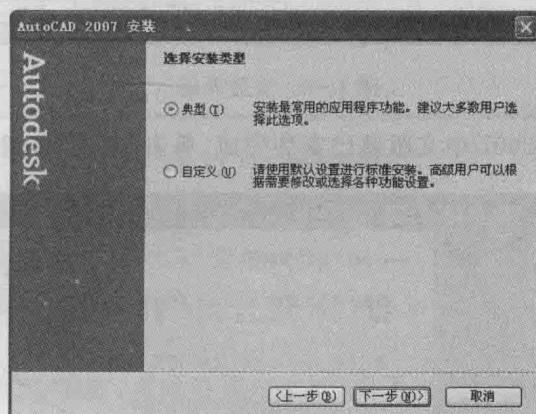

图 1-7 选择安装类型
(5) 安装类型可以根据需要自行选择,建议选择“典型”类型,如图 1-7 所示。